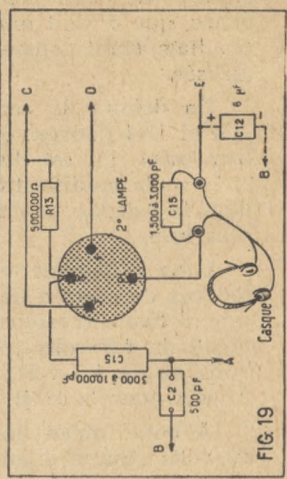
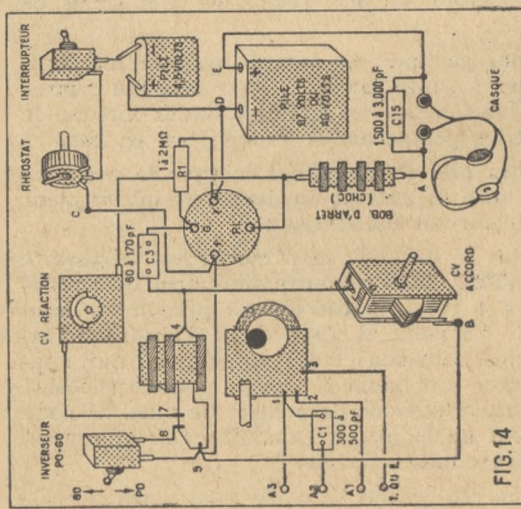
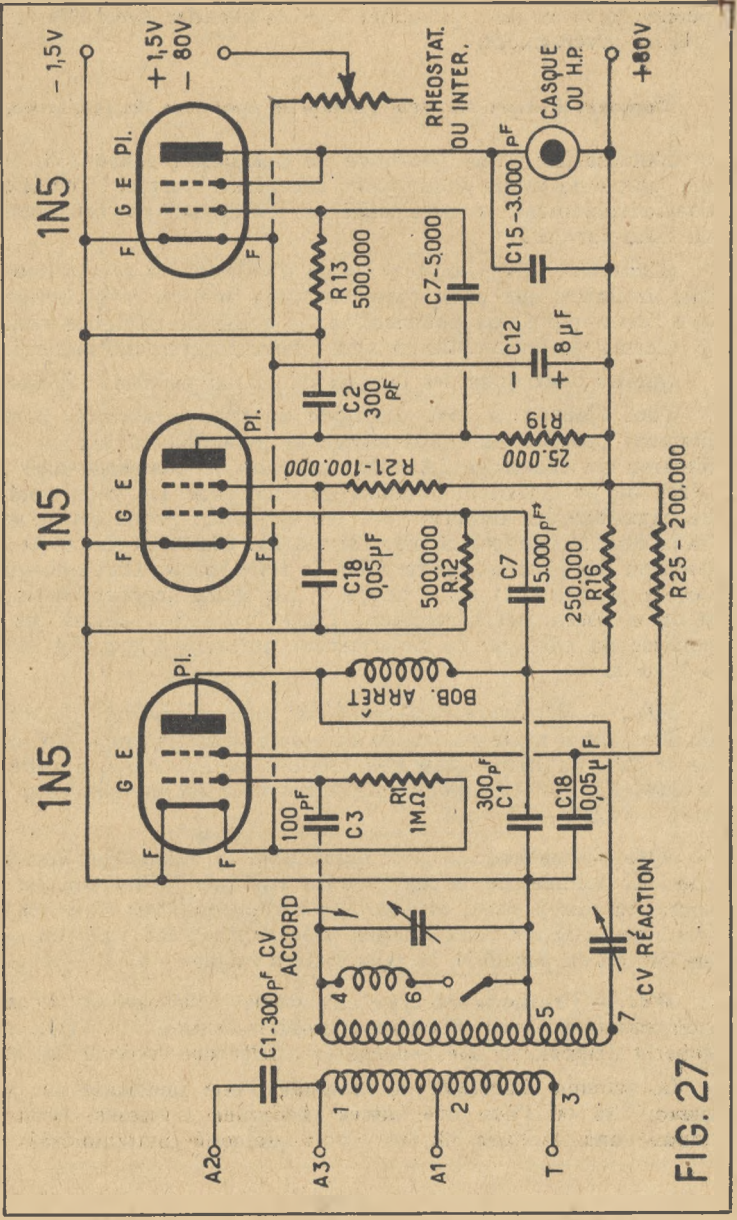
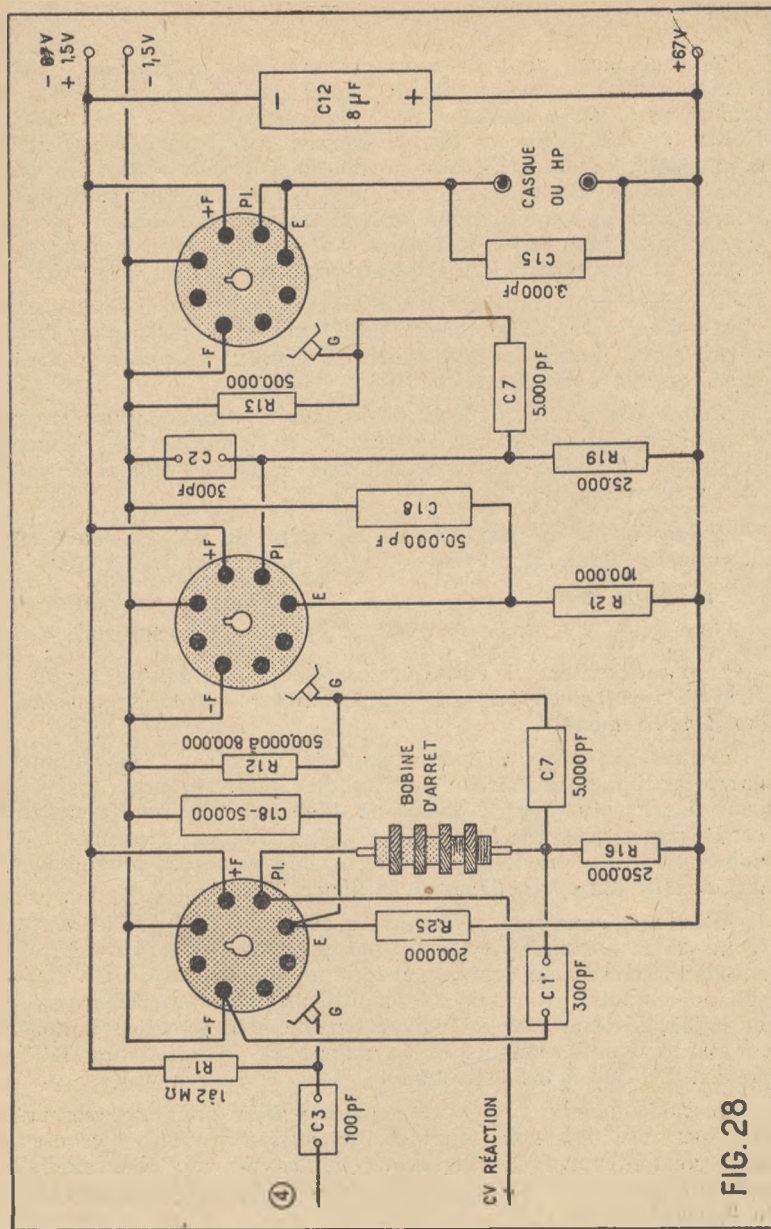

FIG. 19
FIG. 14
FIG. 27
FIG. 28
Afin d'éviter de longues explications et faciliter le montage nous donnons, dans la figure 14 la disposition réelle des connexions et l'aspect des différentes pièces utilisées.
Donc, la disposition des connexions reste identique à celle de la figure 14, mais la pile de 67 volts sera remplacée par un assemblage en série de 4 piles pour lampe de poche (4 × 4,5 = 18 volts) suivant la figure 16. Cet ensemble nous donnera les deux tensions nécessaires : + 8 et + 16 volts.
Les différentes connexions sont établies exactement de la même façon que dans la figure 14, et la seule différence consiste à réunir la broche E du support de lampe au « plus » haute tension, c'est-à-dire au + 67 volts.
Pratiquement, pour réaliser le montage à deux lampes à partir de celui de la figure 14, voici quelle est la marche à suivre :
1. — Sur le montage de la figure 14, enlever le casque et le condensateur C^{15''} et remplacer ce dernier par la résistance R^{11''} (voir plus haut).
2. — Réaliser le branchement de la figure 19 et réunir les différentes connexions aux points correspondants de la fig. 14.
Autrement dit, dans le croquis de la fig. 19, nous remplaçons le casque et le condensateur C^{15''} qui le shunte, par une résistance R^{6''} de 50.000 ohms, 1/4 watt, nous réalisons un montage identique à celui de la fig. 19, nous le connectons aux différents points de l'ensemble du récepteur, suivant le même repérage, pour obtenir finalement le schéma théorique de la figure 20.
3. — Un condensateur électrochimique de découplage est prévu entre le + 67 volts et le point B (C12''). On prendra un modèle de 6 à 12 microfarads, isolement 150 volts, sous tube carton, on le soudera suivant l'indication en pointillé de la figure 19 en respectant la polarité indiquée.
En ajoutant une troisième pentode du même type au montage précédent, nous obtenons le schéma de la fig. 27 qui nous donnera, dans les plus mauvaises conditions, une très puissante audition au casque, et presque toujours, même avec une antenne assez réduite, une bonne puissance en haut-parleur.
Le dessin de la fig. 28 nous montre la disposition des connexions, en somme le plan de câblage réel du récepteur à trois pentodes de la fig. 27. Nous n'avons pas cru nécessaire d'y faire figurer le bobinage avec ses connexions ainsi que les deux C.V., toute cette partie restant identique aux montages précédents, en particulier, au plan de la fig. 14.
• En s'inspirant du plan de la fig. 28, nous réaliserons sans peine le récepteur à deux pentodes décrit plus haut. Il suffit de supprimer la lampe du milieu et de connecter le condensateur C7", qui aboutit à sa grille, à la grille de la troisième lampe. Les éléments R12", R21", C18" (celui de la deuxième lampe), C2" et R19" sont supprimés ainsi que le deuxième condensateur C7".
Dans le récepteur à trois pentodes de la fig. 27 nous pouvons également remplacer la troisième pentode par une 3S4, avec les modifications indiquées plus haut en ce qui concerne le branchement des piles. Nous conseillons cependant de monter la deuxième pentode en triode, ce qui se fera commodément en réunissant l'écran (E) à la plaque (P2) et en supprimant la résistance R21" et le condensateur C18" (celui de la deuxième lampe). Ajuster la valeur de la résistance R19", entre 25.000 et 100.000 ohms, de façon à avoir le meilleur rendement.